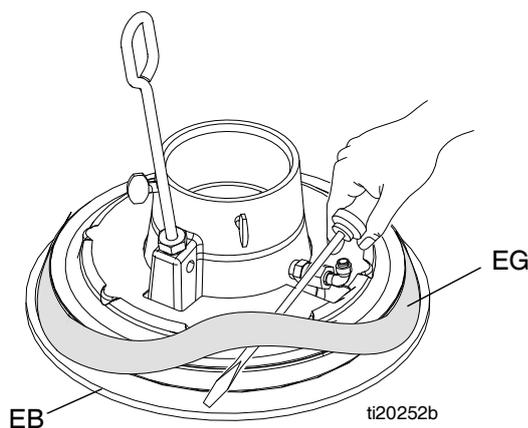

FIG. 13: Mise en place de l'entretoise
2. *En partant du haut*, utiliser un tournevis pour positionner l'entretoise (EG) entre la bride et le racleur (EB). Voir FIG. 13.